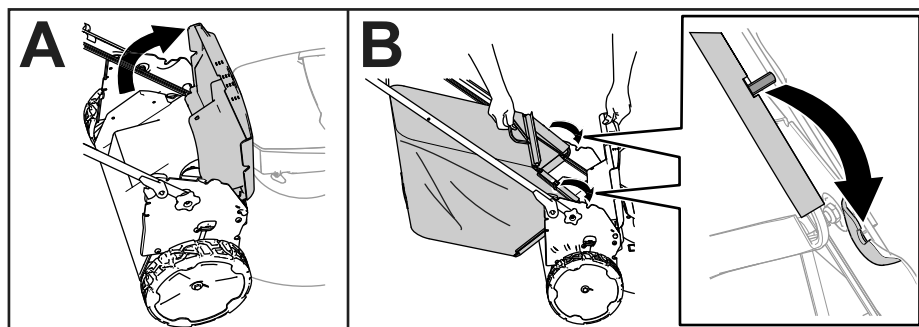

Figure 10
1. Soulevez le déflecteur arrière (A de Figure 10).
2. Insérez les extrémités de la tige du bac à herbe dans les crans des supports du guidon (B de Figure 10).